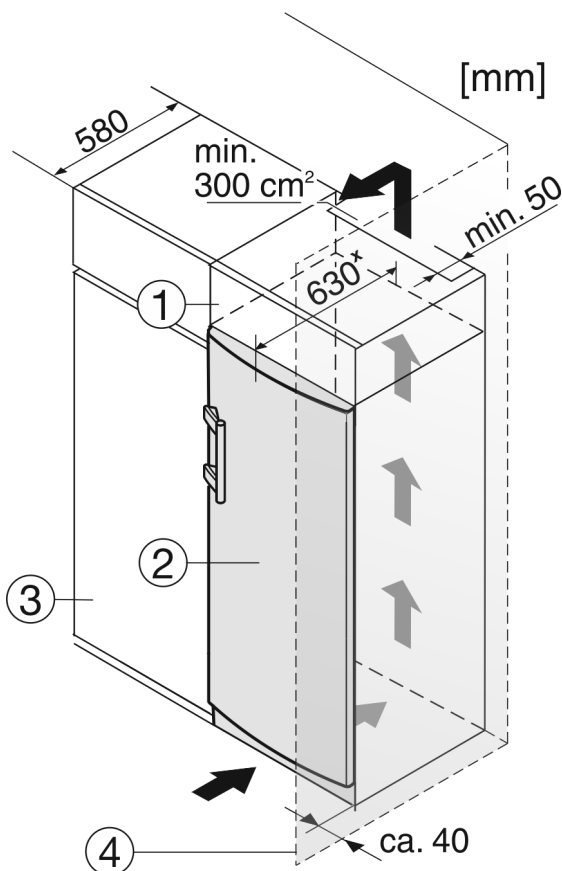

Fig. 11
- (1) Aufsatzschrank
- (2) Gerät
- (3) Küchenschrank
- (4) Wand
Das Gerät kann mit der Kücheneinrichtung umbaut werden. Um das Gerät Fig. 11 (2) der Küchenzeilenhöhe anzugleichen, kann über dem Gerät ein entsprechender Aufsatzschrank Fig. 11 (1) angebracht werden.
Beim Umbau mit Küchenschränken (Tiefe max. 580 mm) kann das Gerät direkt neben dem Küchenschrank Fig. 11 (3) aufgestellt werden. Das Gerät steht seitlich 34 mm* und in der Gerätemitte 50 mm* gegenüber der Küchenschrankfront vor.
Wenn das Gerät mit den Scharnieren neben einer Wand Fig. 11 (4) aufgestellt wird, muss der Abstand zwischen Gerät und Wand mindestens 40 mm betragen. Dies entspricht dem Griffüberstand bei geöffneter Tür.